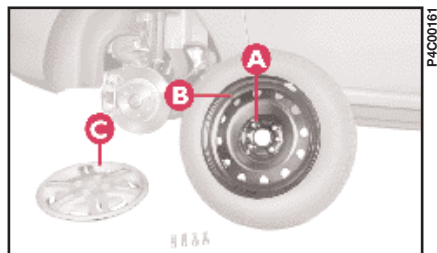

fig. 6
3) Montare la ruota di uso normale, inserendo il primo bullone nel foro **A** (fig. 6) più vicino alla valvola di gonfiaggio **B**.
4) Montare la coppa ruota (allestimento 1.2 16V  **blu**), facendo coincidere l'intaglio **C** (fig. 6) con la valvola di gonfiaggio.